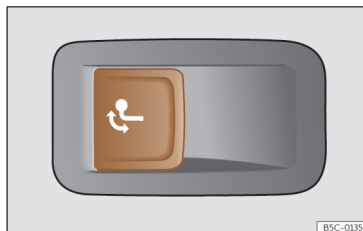

Fig. 187 No lado esquerdo da bagageira: botão para desbloquear o gancho de reboque.
- Puxe o botão >>> **Fig. 187** de forma breve. O gancho de reboque desbloqueia-se eletricamente e roda-se automaticamente para fora. A luz de controlo do botão pisca.
- Puxe o botão >>> **Fig. 187** de forma breve. O gancho de reboque desbloqueia-se eletricamente.
- Nunca pressione o botão >>> **Fig. 187** quando tiver um reboque engatado ou estiver montado um porta-bagagens ou outros acessórios sobre o gancho de reboque.